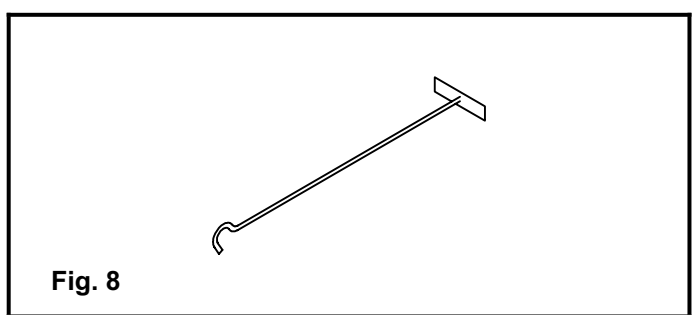

Fig. 8
- La raclette permet d'effectuer le décendrage de la grille (Fig. 8).